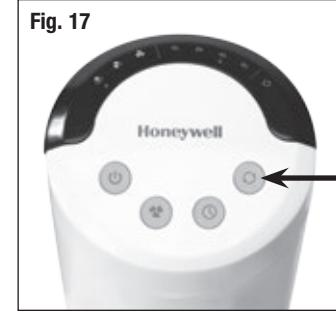

Fig. 17
- Pour activer ou désactiver l'oscillation du ventilateur, appuyer sur le bouton d'oscillation (○). Appuyer de nouveau sur le bouton met l'oscillation hors fonction (Fig. 17).